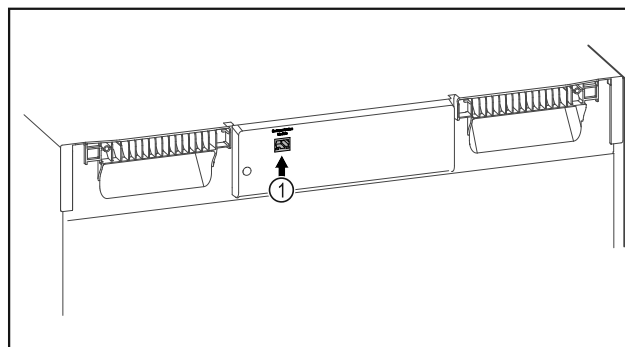

Fig. 84
- SmartModule Fig. 84 (1) is geplaatst.